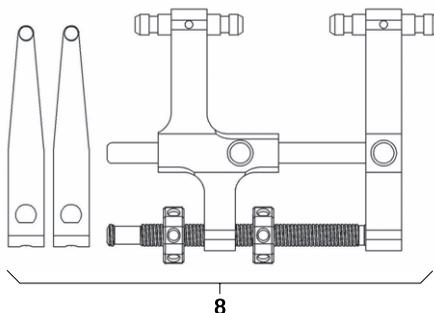

Fig. 13
- ▶ Montar o distractor **8** juntamente com as lâminas de distração, ver Fig. 13.